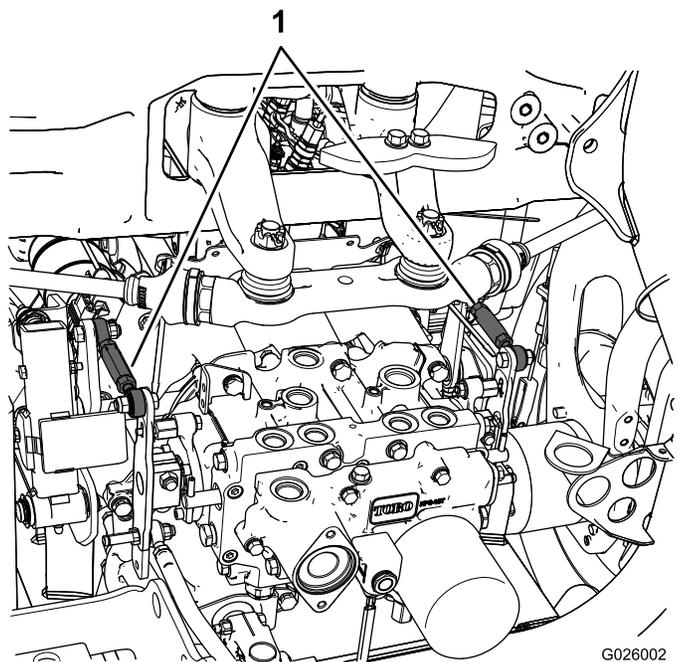

Figure 74
- Si la roue arrière gauche tourne, desserrez les écrous de blocage sur la tige de commande de transmission gauche (Figure 74).